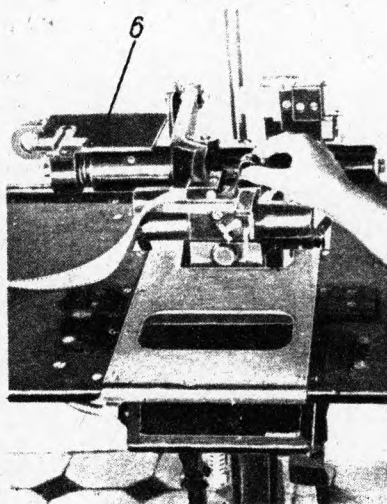

Рис. 4. Зачистка эмульсии
8. Взять правой рукой скребок и прижать его направляющими поверхностями к верхнему ножу левого прижима так, чтобы лезвие скребка было расположено на выступающем конце пленки (рис. 4, 5) и резким движением вдоль кромки ножа снять эмульсию.